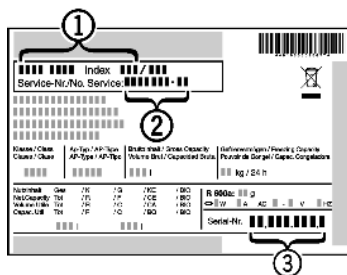

Fig. 24
- ▶ Consultar a identificação do aparelho Fig. 24 (1), nº de serviço Fig. 24 (2) e nº de série Fig. 24 (3) na placa de características. A placa de características está localizada no interior do aparelho, do lado esquerdo.
- ▶ Informar o serviço de assistência ao cliente e comunicar o tipo de falha, identificação do aparelho Fig. 24 (1), nº de serviço Fig. 24 (2) e nº de série Fig. 24 (3).